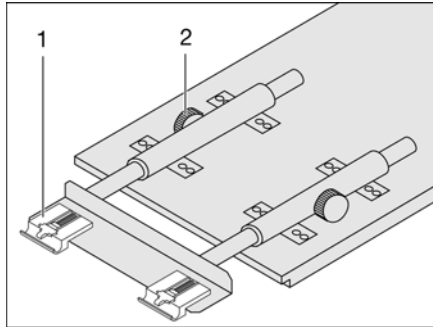

Fig. 91 Agrandir la table suspendue
- Desserrer les vis moletées (Fig. 91,2).
- Soulever légèrement le plateau de table à l'avant et l'extraire jusqu'à la butée. La rallonge de table (Fig. 91,1) est complètement sortie.
- Soulever légèrement le plateau de table à l'avant et le repousser jusqu'à la butée. La rallonge de table (Fig. 91,1) est complètement rentrée.